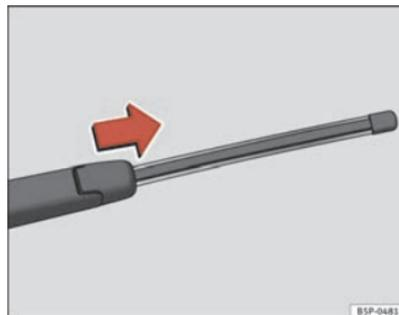

Fig. 164 Retirar a escova do limpa-vidros traseiro
- Afaste o braço do limpa-vidros traseiro do vidro ⇒ **página 236, fig. 164.**
- Deslizar o adaptador da escova na direção da seta e retirar a escova ⇒ **página 236, fig. 164.**